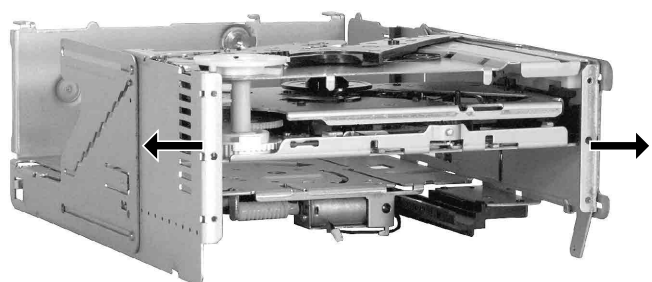

Fig. 13
- Die Loading-Einheit kann jetzt durch leichtes Auseinanderbiegen der Seitenteile herausgenommen werden (Fig. 13).
- By bending the side parts slightly apart the loading unit can now be taken out (Fig. 13).